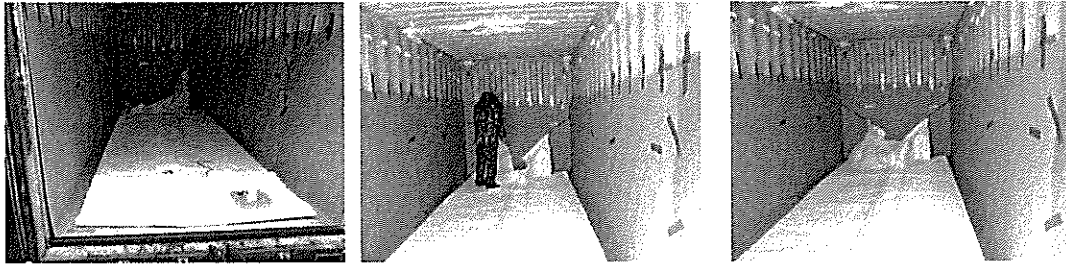

Рисунок 3 - установка флекситанка
3.3. После подготовки контейнера внутрь контейнера устанавливается флекситанк, таким образом, чтобы клапан загрузки/разгрузки находился у торцевой двери контейнера, а центр флекситанка совпадал с центром контейнера. С помощью увязочных строп по углам флекситанк необходимо закрепить за две увязочные петли контейнера, расположенные в углах с противоположных от дверей сторонах (рис. 3).